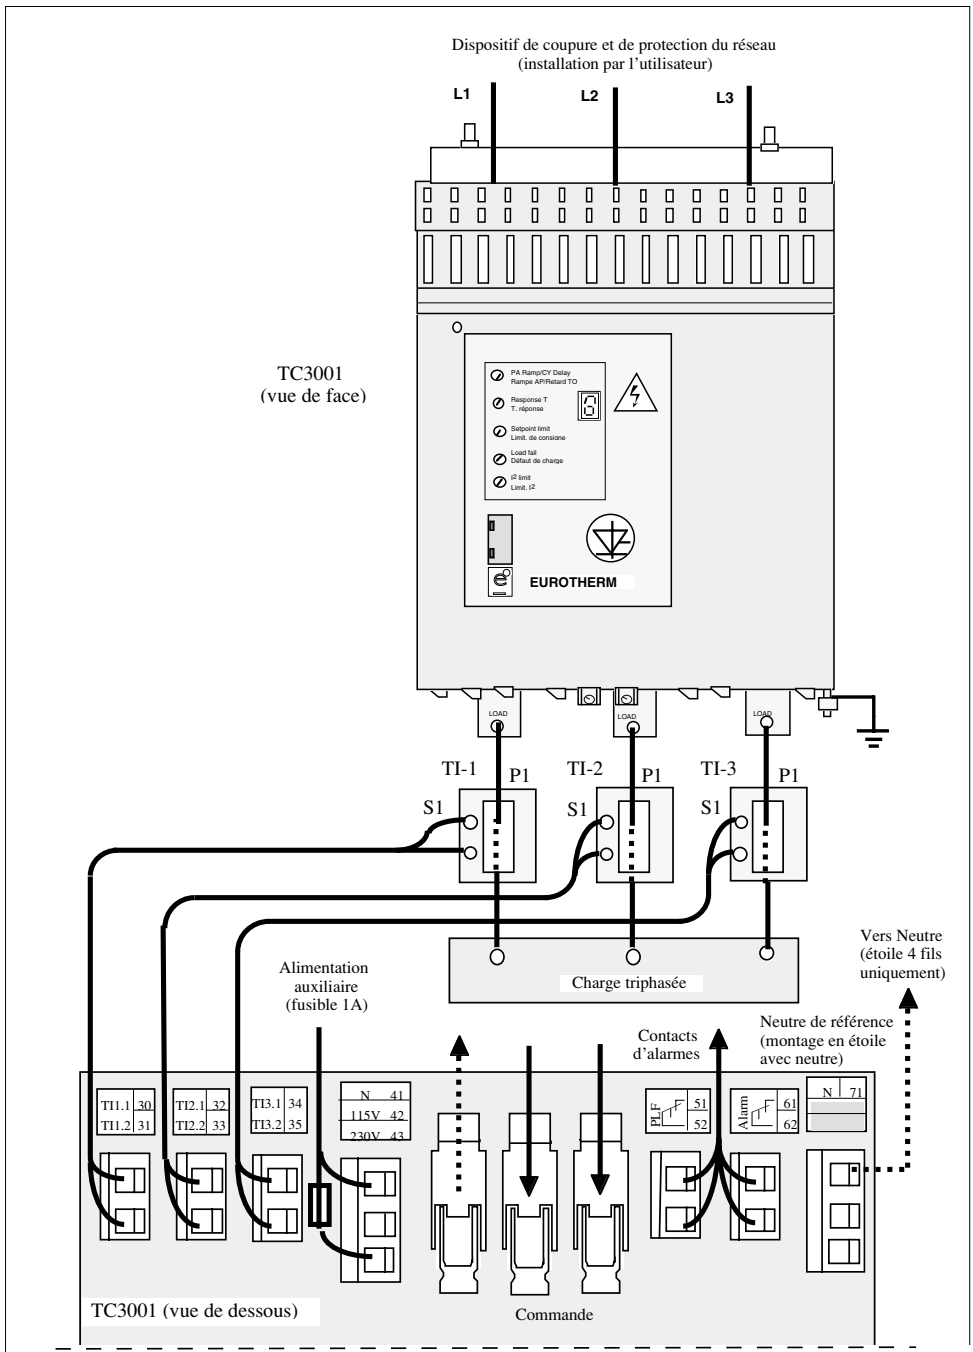

Figure 5 Schéma de branchement du TC3001 700 -1000 A en version compacte
**Pour le fonctionnement correct de l'unité il est nécessaire de respecter le sens de branchement des transformateurs de courant présenté sur la figure 5.**